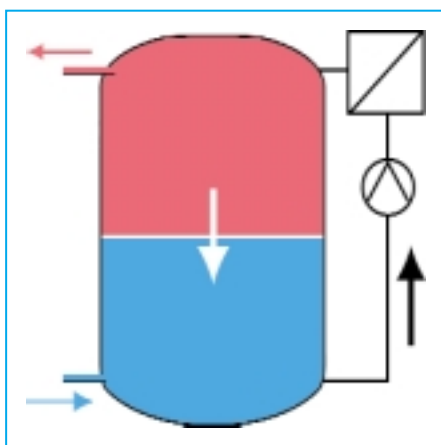

Bild 2 Wasserentnahme während Aufheizvorgang: 1. Warmwasserentnahme < Ladestrom
1. Warmwasserentnahme < Ladestrom (Bild 2)